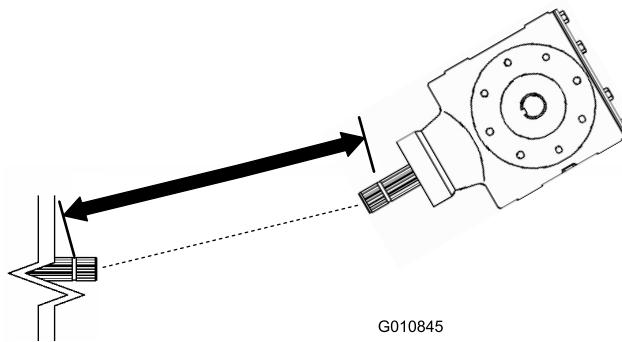
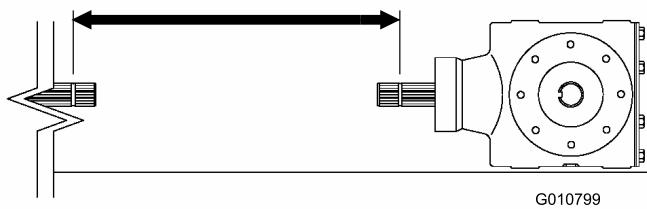
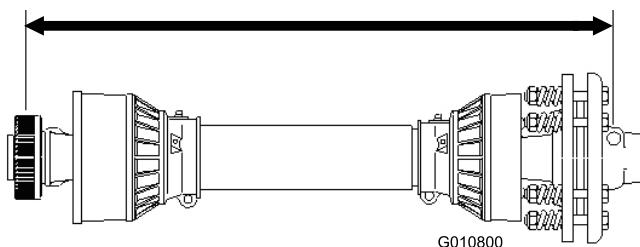

Figura 12
Figura 14
Figura 15
3. Meça a distância entre a folga na ranhura de bloqueio no eixo da tomada de força do tractor e a ranhura de bloqueio no eixo da tomada de força da transmissão do arejador (Figura 12). Registe esta distância. Exemplo: 67 cm.
- Meça a distância entre a folga na ranhura de bloqueio no eixo da tomada de força do tractor e a ranhura de bloqueio no eixo da tomada de força da transmissão do arejador (Figura 14). Registe esta distância. Exemplo: 70 cm.
- No eixo da tomada de força, meça a distância entre o centro da esfera do pino de bloqueio numa extremidade e o centro do pino de bloqueio na outra extremidade (Figura 15). Registe esta distância. Exemplo: 81 cm.
- Utilizando a menor das duas medidas em Figura 14 e Figura 12, subtraia essa distância à distância em Figura 15. Exemplo: 81 cm menos 67 cm igual a 14 cm.